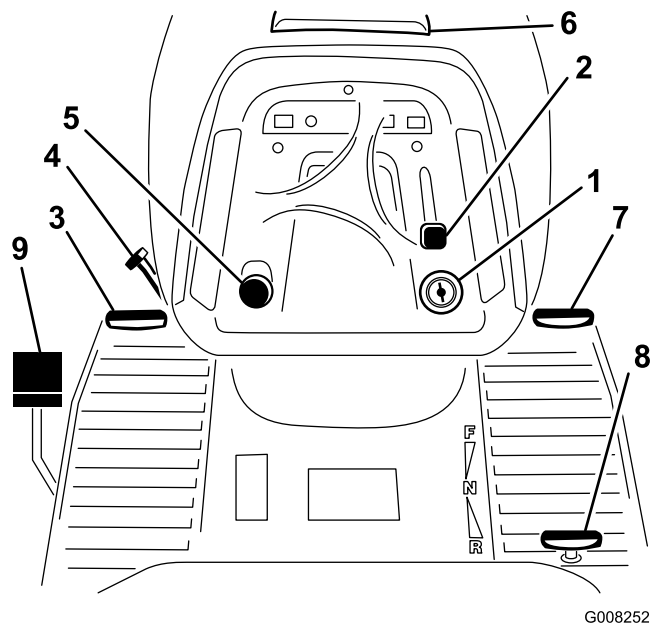

Figura 4
Prima di avviare il motore e di utilizzare la macchina, familiarizzate con i comandi (Figura 4).
1. Premete e tenete premuto il pedale del freno (Figura 4).
2. Girate in senso antiorario la leva del freno di stazionamento (Figura 4) ed alzate lentamente il piede dal pedale del freno.
1. Premete il pedale del freno (Figura 4).